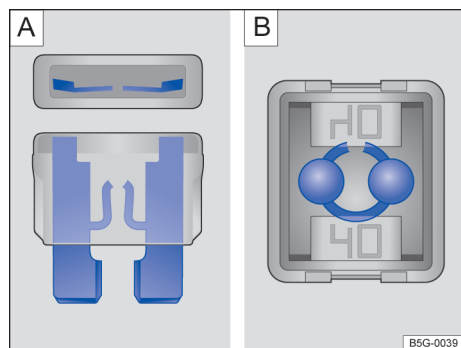

Fig. 176 Fusible quemado: **A)** fusible plano, **B)** fusible de bloqueo.
- Un *fusible plano* (ATO®, MINI®) quemado se reconoce desde arriba o desde el costado por la carcasa transparente en las bandas metálicas derretidas → fig. 176 [A].
- Un *fusible de encastre* (JCASE®) quemado se reconoce por las bandas metálicas derretidas desde arriba de la carcasa transparente → fig. 176 [B].